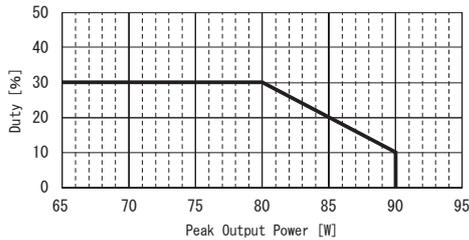

図8.3 Dutyとピーク出力電力の関係 (TEPS65F-H)
- ・  $\text{Duty} = \frac{t_1}{t_1 + t_2} \times 100[\%]$  図 8.3 参照